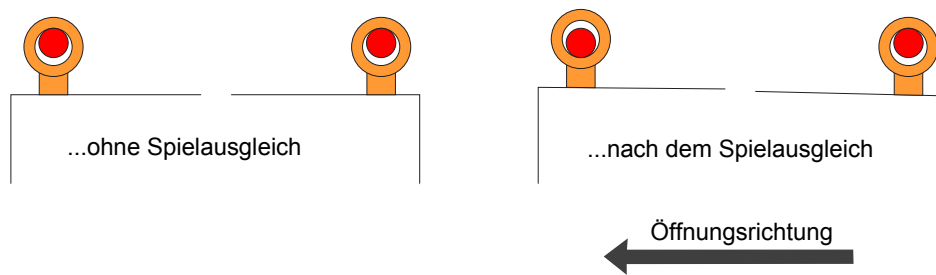

Abb. 14
* Spiel zwischen der Augen- und der Linsen- bzw. Senkkopfschraube, siehe Abb. 14.